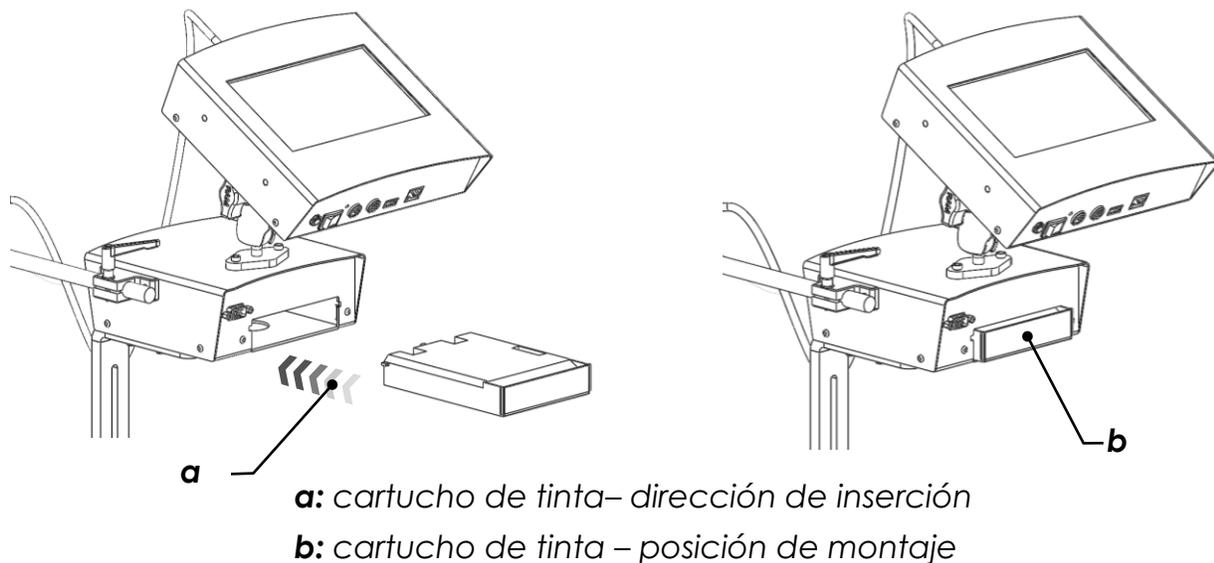

Figura 40
- Introduzca el cartucho en la unidad hasta que esté dentro del sistema de tinta y bien sujeto (consulte la Figura 40).